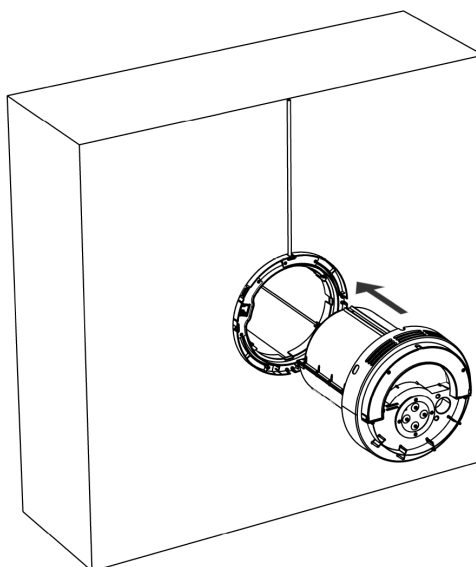

Abbildung 42 - Das Lüftungsgerät wird im Rohr montiert
1. Das Lüftungsgerät mit den Kunststoffgittern nach oben drehen und vorsichtig in das Rohr in der Wand einsetzen, siehe Abbildung 42 unten.